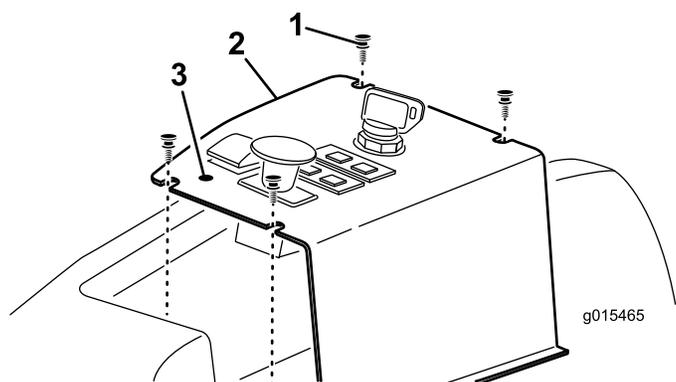

Figura 12
1. Localize e fure cuidadosamente o autocolante do painel de controlo, na frente do interruptor de ELEVACÃO, para expor o furo de montagem da alavanca de BLOQUEIO DE ELEVACÃO (Figura 12).
- Retire os 4 parafusos que fixam o painel de controle à máquina (Figura 12).